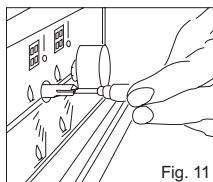

Fig. 11
- Accendere il bruciatore e girare la manopola verso la posizione di portata minima ▲; togliere la manopola del rubinetto. Inserire un cacciavite piccolo nell'asta del rubinetto (fig. 11).